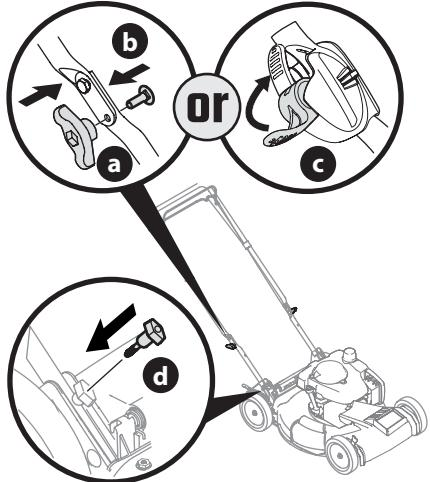

Figure 4
5. Replacez les boutons étoile ou les écrous papillon (a) et les boulons de carrosserie (b) retirés à l'étape 2 dans les trous de la partie inférieure du guidon ou placez les loquets (c) dans la position de verrouillage. Voir Figure 4.
6. Insérez les boulons à oreilles (d), retirés à l'étape 4, dans les supports du guidon et dans la partie inférieure. Voir (Figure 4) Serrez bien les boulons.
5. Insérez les boulons à oreilles (d), retirés à l'étape 4, dans les supports du guidon et dans la partie inférieure. Voir (Figure 4) Serrez bien les boulons.